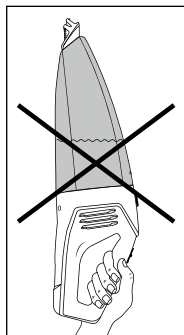

Fig. 4
- ▶ Se l'apparecchio viene trasportato orizzontalmente o con la bocchetta per l'aspirazione dei liquidi **1** rivolta verso l'alto, può capitare che fuoriesca del liquido (vedere fig. 4 e 5):